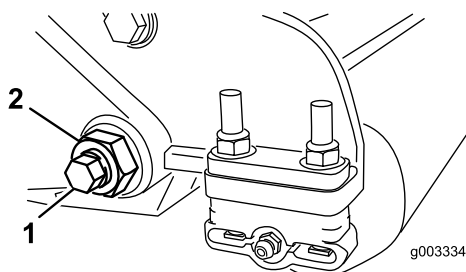
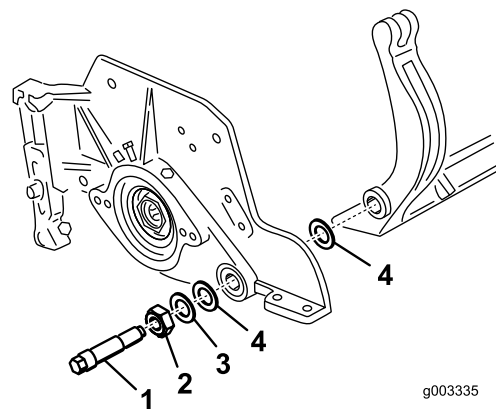

Figura 31
Figura 32
- Desaperte a porca de bloqueio que segura a cavilha da barra de apoio, em cada um dos lados da máquina (Figura 31).
- Remova cada uma das cavilhas da barra de apoio, de modo a permitir puxá-la e retirá-la da máquina (Figura 31). Guarde as duas anilhas de nylon e a anilha de aço prensado de cada uma das extremidades da barra de apoio (Figura 32).
- Coloque uma arruela de aço no exterior de cada uma das arruelas de nylon (Figura 32).